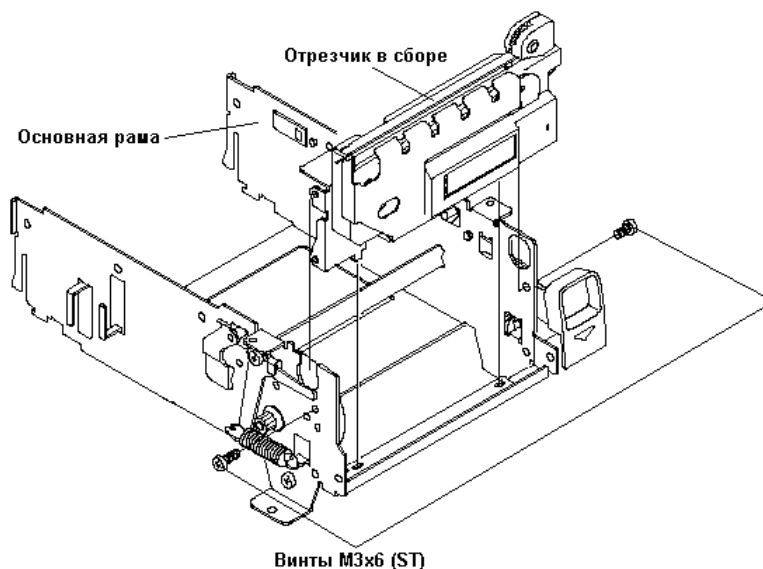

Рисунок 15 Отрезчик
Для отсоединения отрезчика окрутите два винта М3х6 (ST), которыми он крепится к основной раме, и снимите его, вынув металлические язычки (внизу) из отверстий на основной раме (см. Рис. 15):